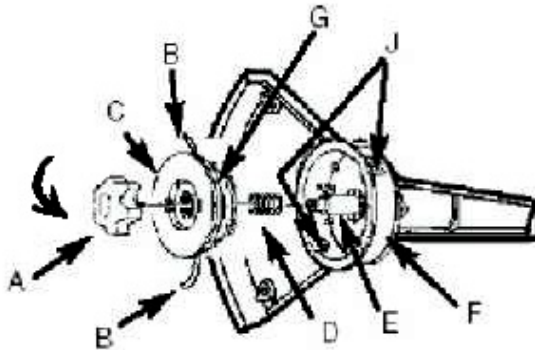

Рис.5
1. Поверните фиксатор (А) против часовой стрелки и снимите его (Рис.5).
2. Снимите бобину (С) и пружину (D) со шпинделя (Е).
4. Сложите пополам (около 10 м) кусок лески, сечением от 2 мм до 2,7 мм. Поместите образовавшийся изгиб в одну из прорезей (G) делителя бобины.
6. Зафиксируйте каждый конец лески (В) в прорези (G) на противоположных сторонах бобины пружину (D) на шпindel (Е). Вставьте каждый конец лески через ушко (U) в корпус (F).
7. Опустите бобину (С) в корпус (F), подавая леску через ушки (U). Убедитесь, что пружина (D) села в бобину (С).
8. Когда бобина (С) оказалась на месте, нажмите на нее, сжимая пружину (D). Резко потяните каждый конец лески (В), чтобы освободить ее из прорезей (G).